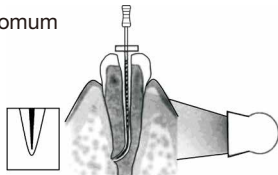

Fig.6
- Uma radiografia tirada em um ângulo difícil ou incomum às vezes pode causar a ilusão de que a ponta da lima não atingiu o ápice. O Localizador de Ápice e os resultados de raios X podem não se correlacionar quando a constrição está em um ângulo incomum ou grave, o que pode indicar falsamente que a ponta da lima não atingiu a ponta do canal radicular. (Fig.6)